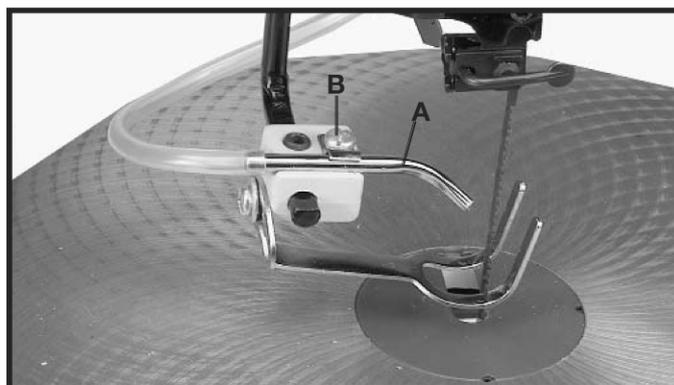

Fig. 34
O soprador de poeira (A) Fig. 34 pode ser movido para direcionar o ar para ponto mais eficiente na linha de corte, afrouxando o parafuso (B), ajustando a embocadura (A), e apertando o parafuso (B).